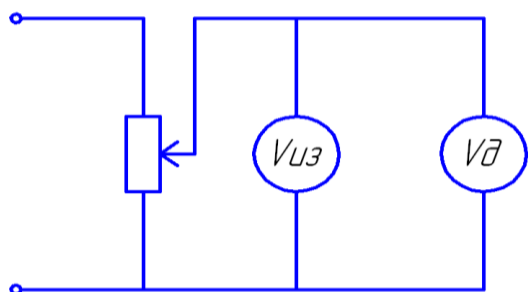

Рис. 2. Схема для поверки вольтметра
4. Собрать электрическую схему установки согласно рис.2.